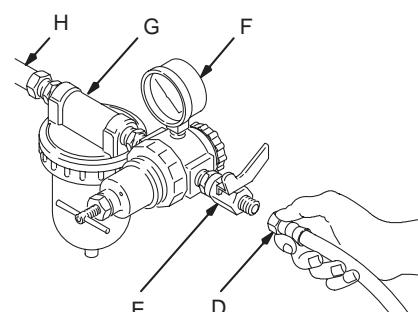

Fig. 3
2. Verbinden Sie das andere Ende des Schlauches (D) mit der regulierten Druckluftzufuhr (H).
Abb. 3 zeigt den Filter (G) mit Luftregulierer (F) und Luftpufferschalter (E) an der Haupt-Luftzufuhr.
- Ein Regulierungsventil mit Anzeige (F) muss zwischen Anschlusspunkt und Luftversorgung geschaltet werden. (Siehe Abb. 3).
- Wenn Ihre normale Luftversorgung keinen Filter hat, muss ein Luftfilter (G) in die Versorgung eingebaut werden, um eine trockene und saubere Luftversorgung zu gewährleisten. Dreck und Feuchtigkeit kann die Qualität Ihres Arbeitsergebnisses beeinträchtigen.